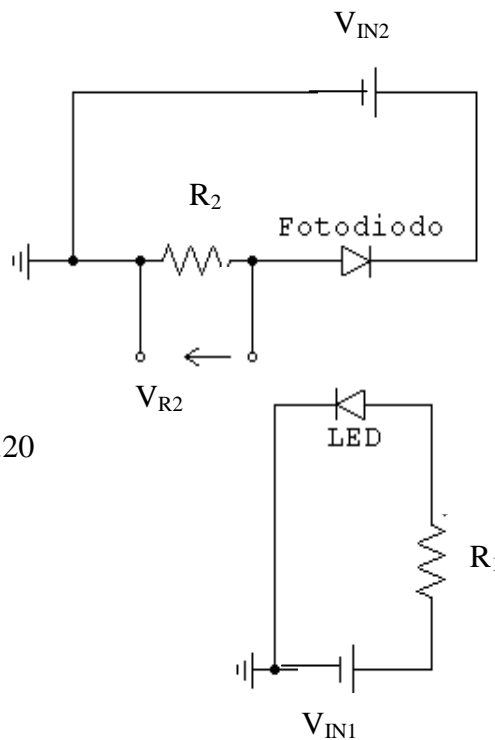

Figura 1.20
1. Monta el circuito (Figura 1.20) siguiente.